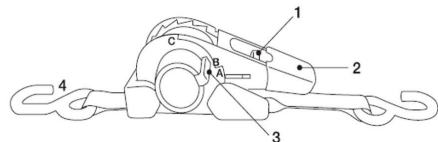
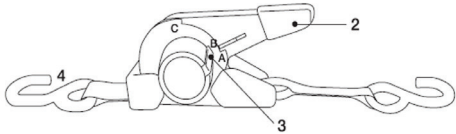

Fig. 1
Fig. 2
1. Ratschensicherung (1) eindrücken und Ratschengriff (2) in Position (A) bringen (Fig.1).
2. Zurrurt (4) auf die gewünschten Länge ausziehen und die Haken sichern (Fig.1).
3. Ratschengriff von Position (B) nach (C) und zurück bewegen zum Spannen des Gurtes.
4. Ratschengriff in die Grundposition (B) bringen (Fig.2).